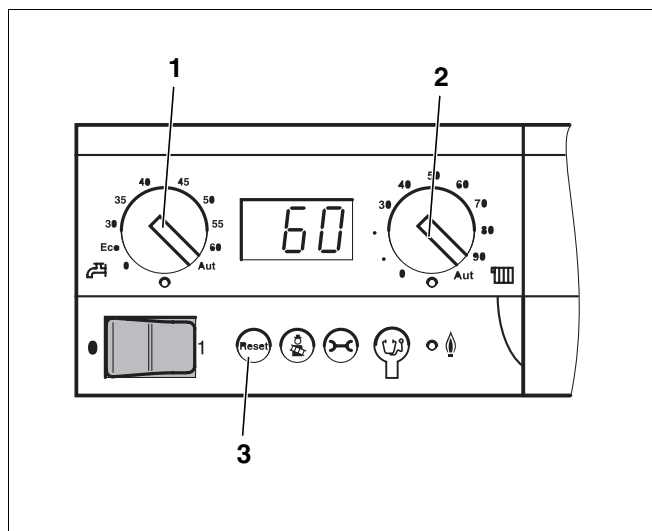

Рис. 18 Главный регулятор Logamatic BC10
Поскольку горелка специально поставляется в состоянии неисправности, то нужно перед первым пуском в эксплуатацию выполнить сброс неисправности, для чего нажмите кнопку Reset (рис. 18, **поз. 3**, стр. 20). Или нажмите кнопку подавления помех на SAFe 10 (как это описано далее).
Поскольку горелка специально поставляется в состоянии неисправности, то перед первым пуском в эксплуатацию нужно выполнить сброс неисправности, для чего нажмите кнопку Reset на BC10 (рис. 18, **поз. 3**). Или нажмите кнопку подавления помех на автомате горения (как это описано далее).
- Установить ручки управления "максимальной температурой котловой воды" (рис. 18, **поз. 2**) и "заданной температурой горячей воды" (рис. 18, **поз. 1**) на "Aut".